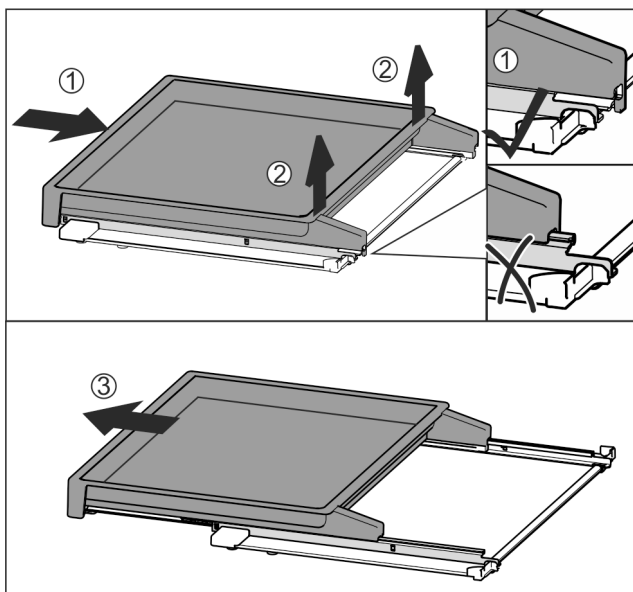

Fig. 96
- ▶ Вкарайте изцяло изтеглящата се дъска Fig. 96 (1).
- ▶ Освободете фиксатора от задната страна Fig. 96 (2).
- ▶ Извадете напред изтеглящата се дъска Fig. 96 (3).